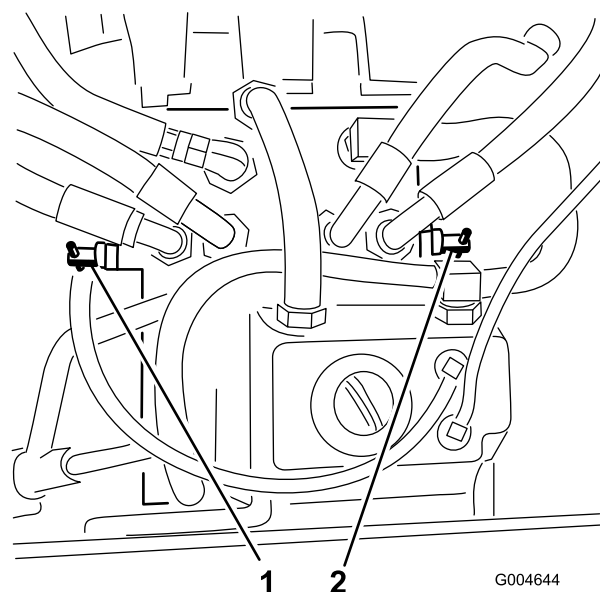

図 25
- それぞれのバイパスバルブ **図 25** を左回りに 1 回転させる。
4. バイパスバルブを右回りに 1 回転させて閉じる **図 25**。